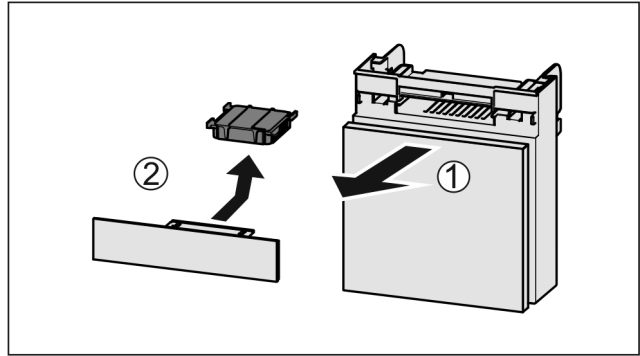

Fig. 37
- Fach nach vorne herausziehen Fig. 37 (1).
- Aktivkohlefilter entnehmen Fig. 37 (2).